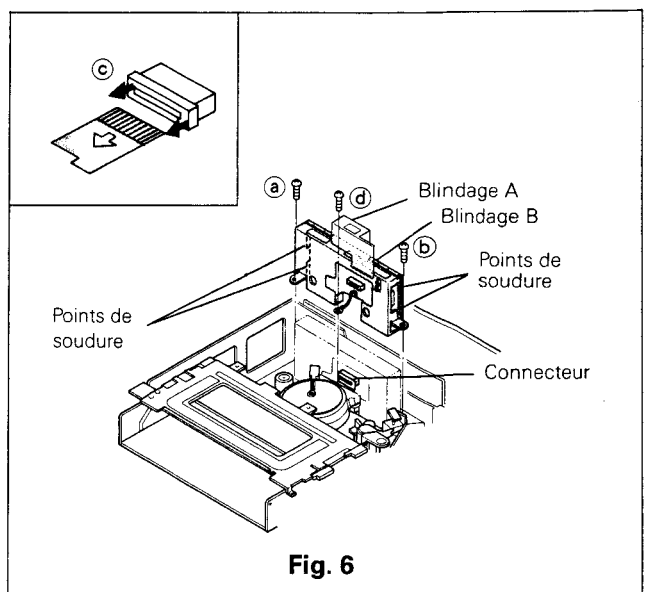

Fig. 6
- B. Déconnecter la tresse en tirant légèrement sur l'extrémité du connecteur (c) comme le montre la Fig.6.
- E. Afin d'accéder au côté composants, dessouder les quatre points de fixation du blindage puis l'ôter suivant la Fig.6.